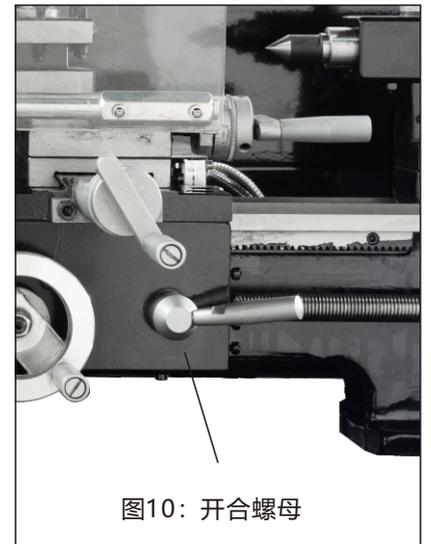

图10: 开合螺母
(图10:, 开合螺母手柄“位置 OFF”)
3.9.1 打开开合螺母——图10(纵向自动进给)